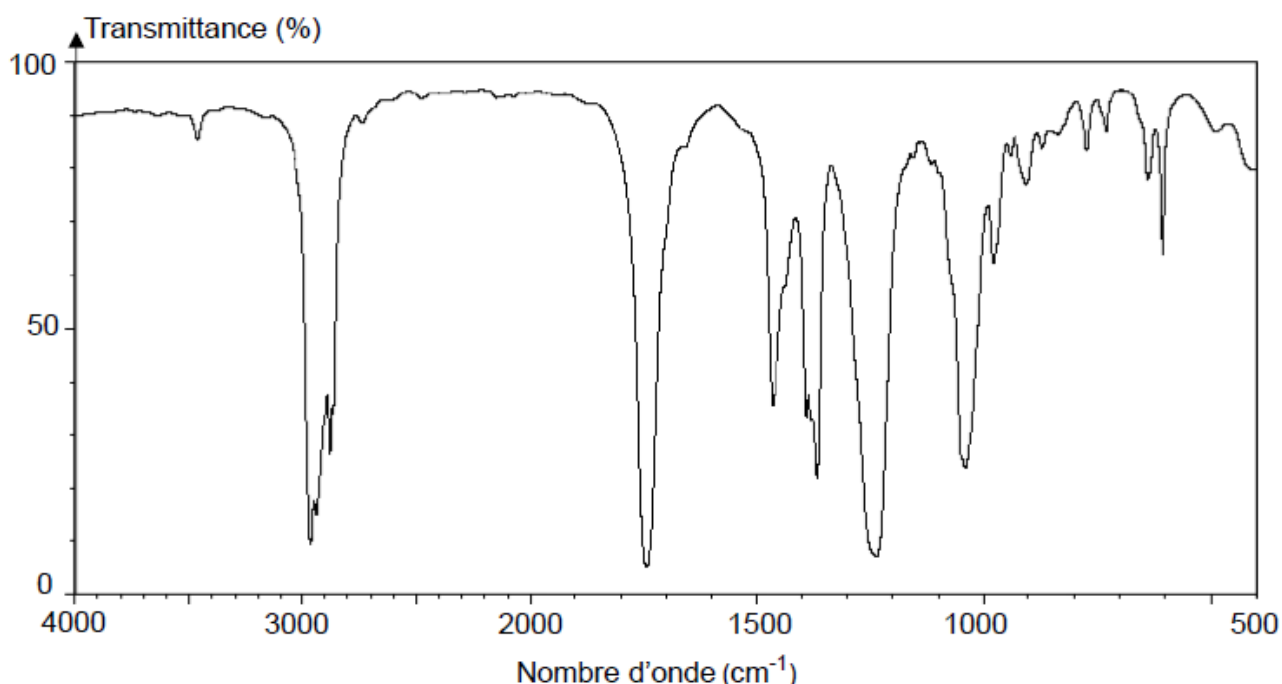

Figure 1 : Spectre infrarouge de l'un des deux isomères
- Q3-** Justifier que le spectre infrarouge présenté sur la figure 1 ci-après peut correspondre aux deux isomères A et B.